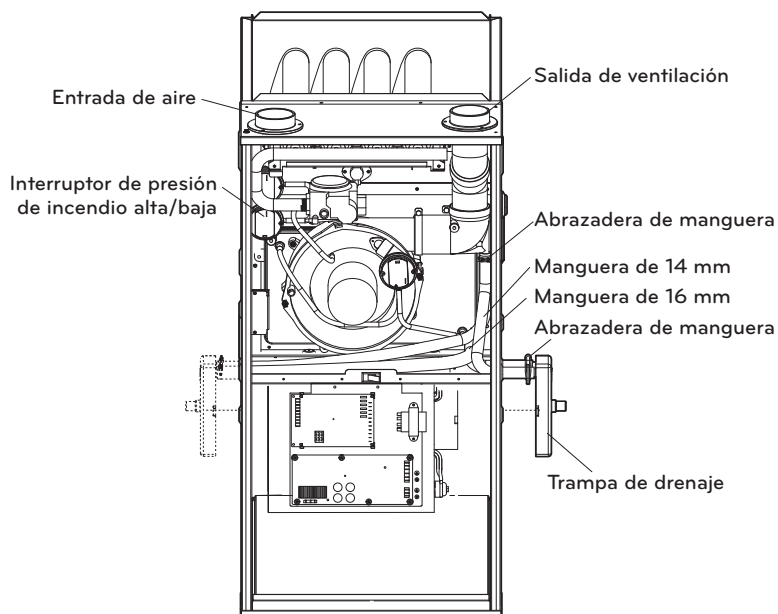

Fig. 6-7 Instalación de flujo ascendente, ventilación superior
- Conecte la manguera de 16 mm entre la caja colectora y la trampa y conecte la manguera de 14 mm entre el codo y la trampa. (ver Fig. 6-7). Corte el exceso de mangueras si es necesario.